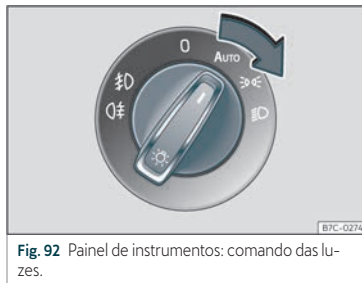

Fig. 92 Painel de instrumentos: comando das luzes.
- Rode o interruptor para a posição desejada »»» **Fig. 92.**